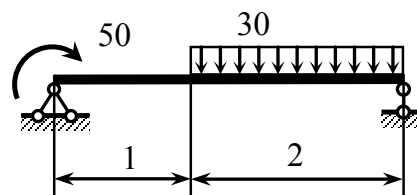

Рисунок 2
3. Построить эпюру изгибающих моментов и поперечных сил (рис.2).